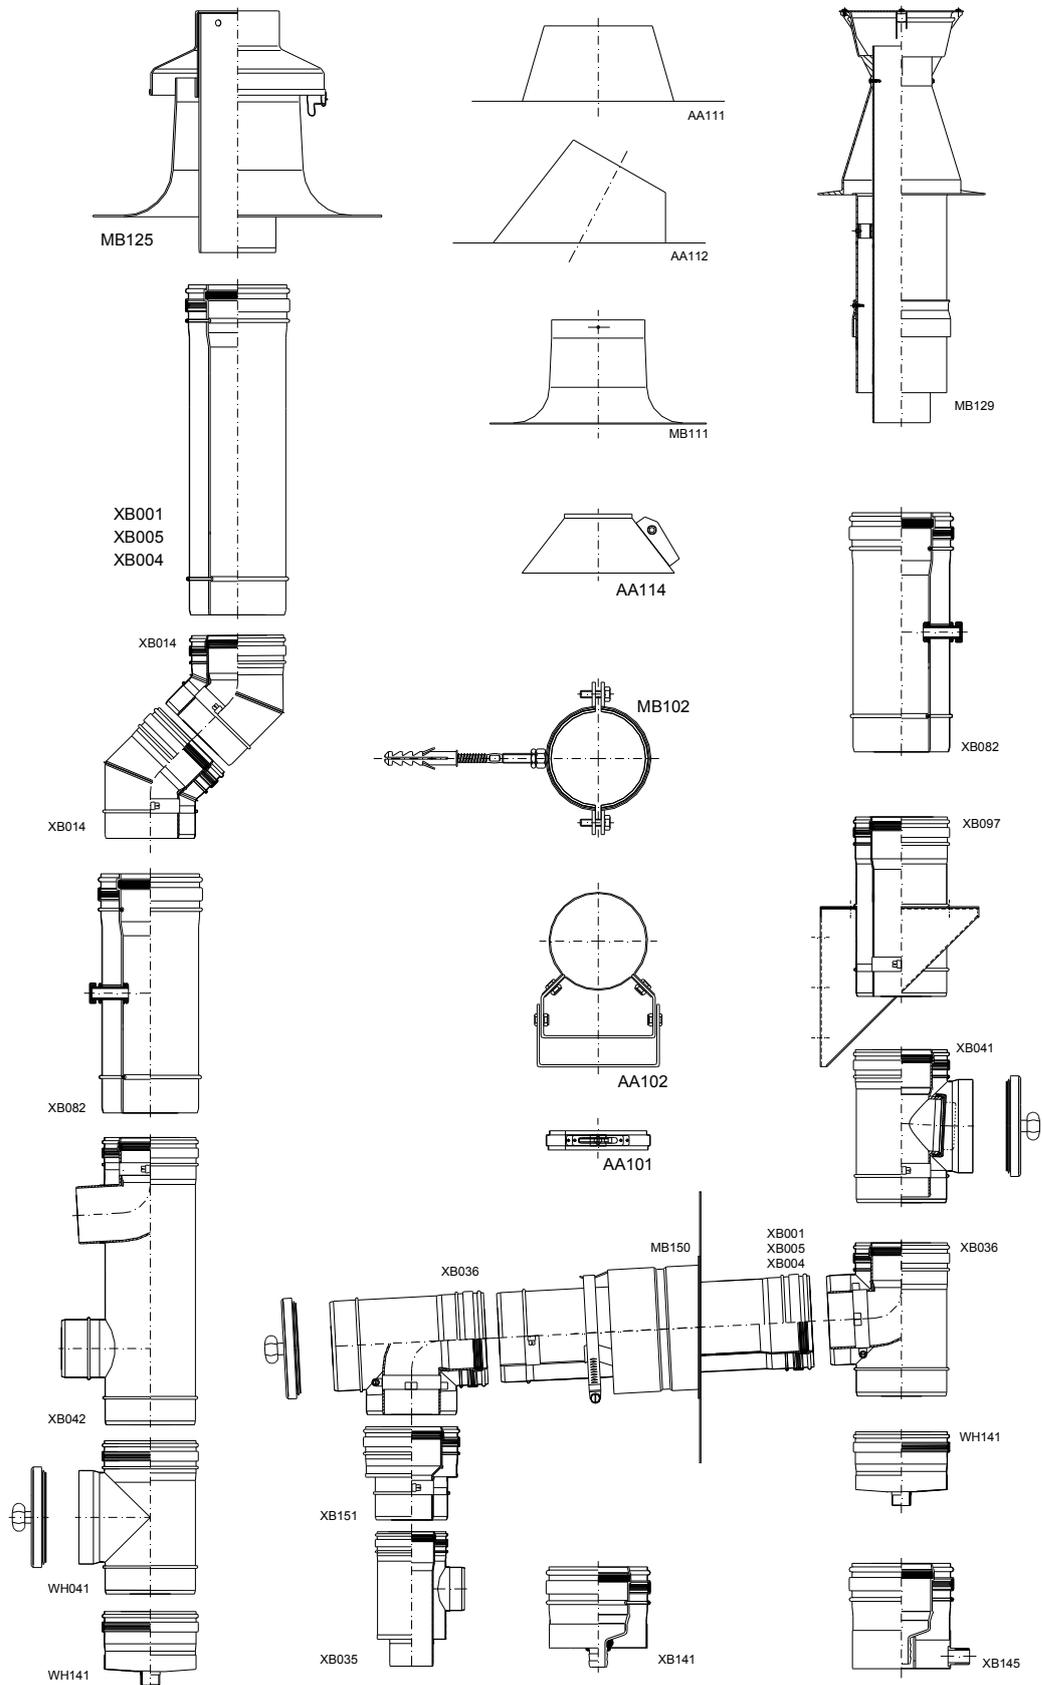

Fig. 10 TE93° con tappo per ispezione
6) Installare sotto il TE 93° un ulteriore TE 93° Completo di tappo per ispezione (Fig.10)